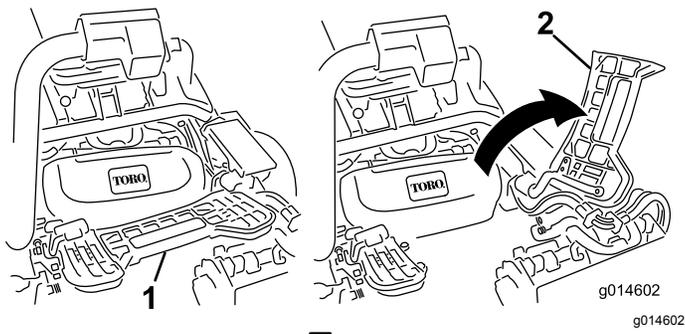

図 50
2. フットレストを跳ね上げて開き、中央カッティングユニット取り付け位置へのアクセスを確保する **図 50**。